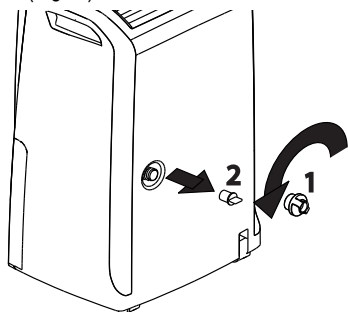

fig. 2
- 1) Retirez le capuchon de vidange en continu **1** en le tournant dans le sens antihoraire, puis retirez la bonde en caoutchouc de la goulotte **2** (Fig. 2).